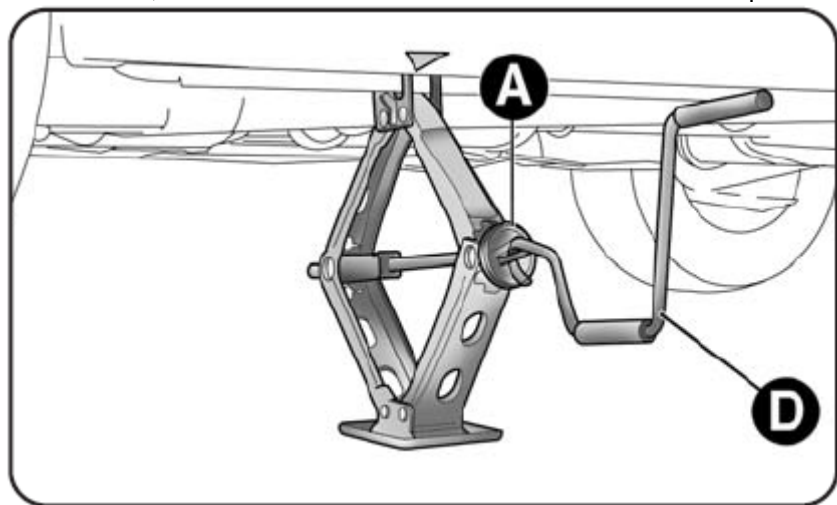
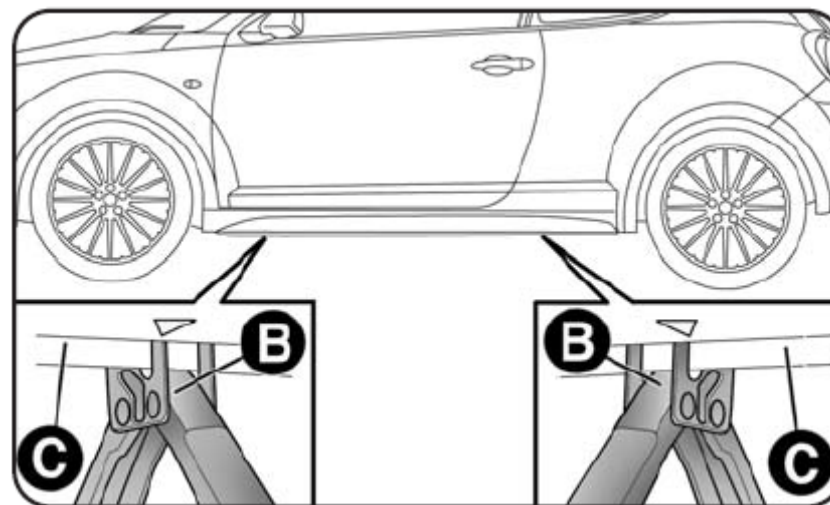

Рис.7
Рис. 8
- Вращая маховик домкрата А - рис.7, приоткройте домкрат таким образом, чтобы желоб В-рис.8 верхней части домкрата сел на нижний профиль кузова, напротив метки С;
- Установите на домкрат ручку D - рис. 7 и, вращая ее, поднимите автомобиль, чтобы колесо оказалось в нескольких сантиметрах от земли;
- Поверните рукоятку домкрата D - рис. 7, чтобы опустить автомобиль и уберите домкрат. Затем уберите домкрат,